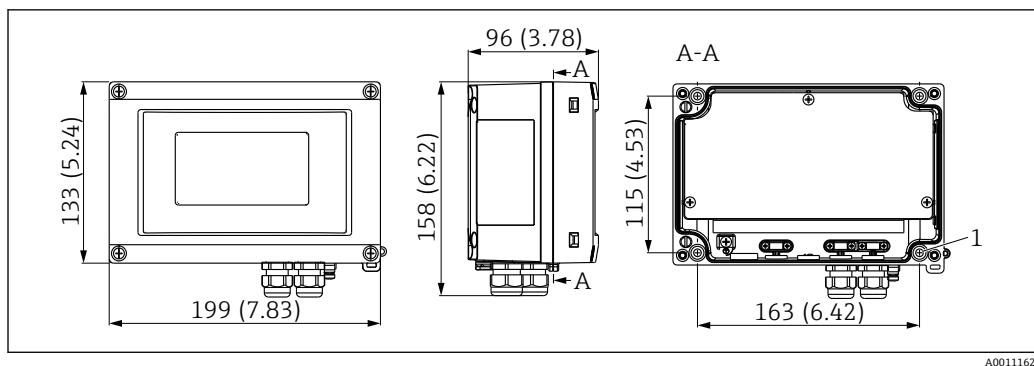
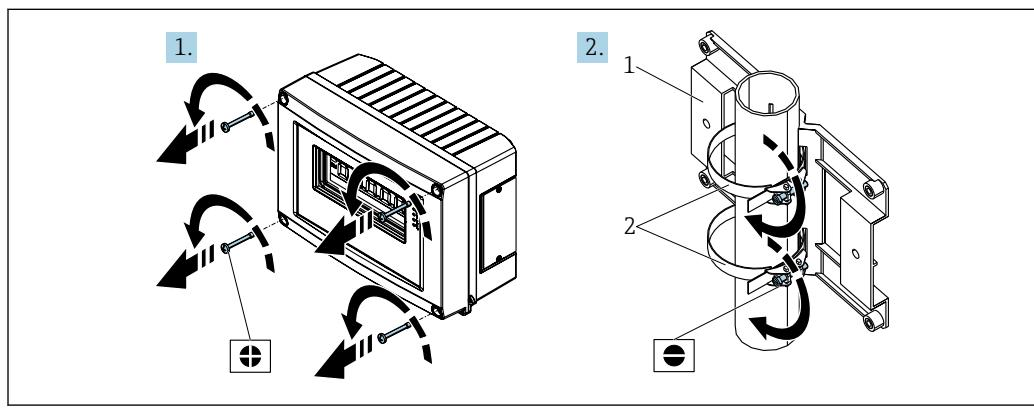
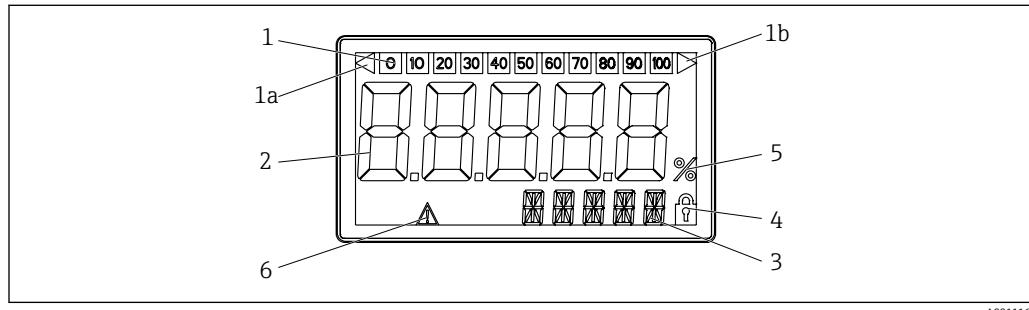

图 1 总线型数显仪的外形尺寸示意图；单位：mm (in)
图 2 安装准备
图 8 总线型数显仪的液晶显示屏
1. 钻 4 个孔（参见外形尺寸示意图，→ 图 1, 图 8）。
安装架适用于直径 25 ... 125 mm (1 ... 5 in) 的管道。安装套件中包括 1 块安装板（图号 1）、2 个金属卡箍（图号 2）和 4 个螺丝（图号 3），→ 图 2, 图 8。